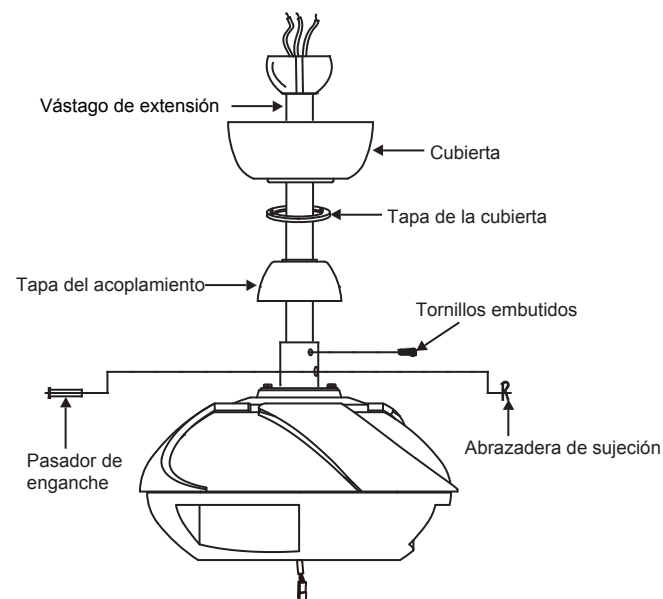

Fig. 9
**Paso 8.** Deslice la tapa de acoplamiento, la tapa de la cubierta y la cubierta sobre el vástago de extensión. (Fig. 9)